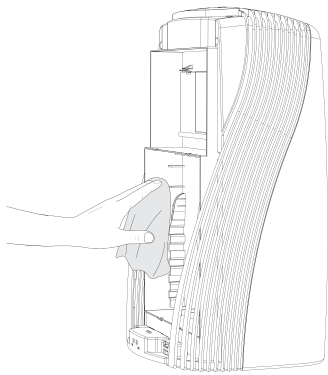

Fig. 1
2. Essuyez à l'aide d'un chiffon doux et humide (figure 1).